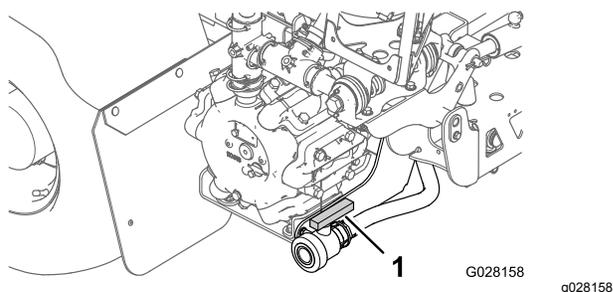

Figura 46
2. Individuate la valvola di spurgo del serbatoio sulla parte posteriore della macchina (Figura 46).